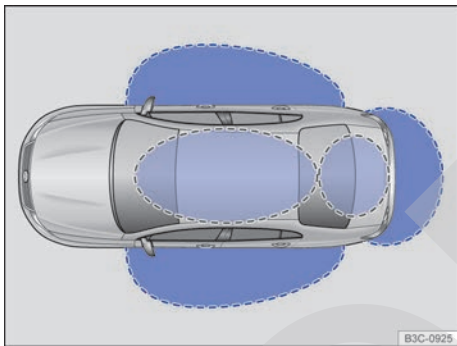

Fig. 52 Sistema de cierre y arranque sin llave Keyless Access: zonas de proximidad.
Keyless Access es un sistema de cierre y arranque sin llave con el que se puede desbloquear y bloquear el vehículo sin utilizar activamente la llave del mismo. Para ello tiene que haber una llave del vehículo válida en alguna de las zonas de proximidad del vehículo → fig. 52. Al tocar las superfi-
Si se encuentra una llave del vehículo válida en una de las zonas de proximidad → fig. 52 (A), el sistema de cierre y arranque sin llave Keyless Access le otorga a dicha llave derechos de acceso. A continuación son posibles las siguientes funciones sin tener que utilizar activamente la llave del vehículo:
Cuando el vehículo está bloqueado, el portón del maletero se desbloquea automáticamente al abrirlo si en su zona de proximidad → fig. 52 se encuentra una llave del vehículo válida.